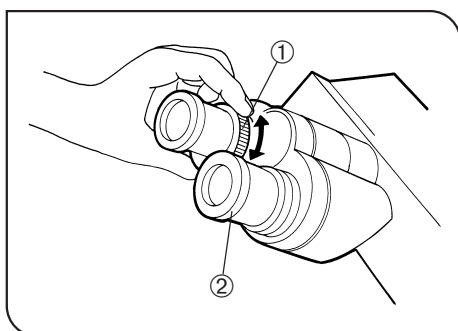

Abb. 16
(Abb. 16 bis 18)
2. Mit dem linken Auge durch das linke Okular hindurchsehen und nur den Dioptrieneinstellring ① drehen, um das Bild auch für das linke Auge scharfzustellen. (Abb. 16)
1. Mit dem rechten Auge durch das rechte Okular blicken und den oberen Teil des Okulars ② drehen, bis zwei getrennte Fadenkreuze im Sehfeld zu erkennen sind. (Abb. 16 & 17)
3. Mit dem linken Auge durch das linke Okular hindurchsehen und den Dioptrieneinstellring ① drehen, um das Bild auch für das linke Auge scharfzustellen. (Abb. 16)